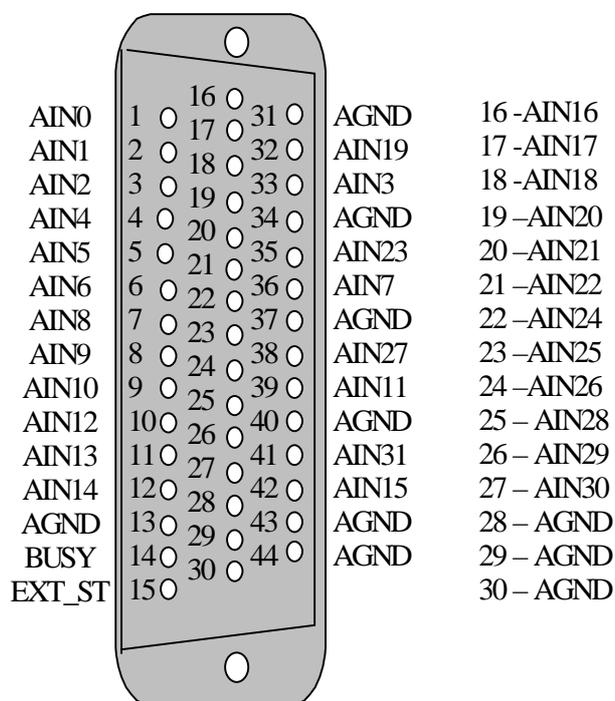

Рис. 7. 3
7.1.4. Назначение контактов разъема аналогового входа XP2 (Рис. 7. 3) приведено в таблице (Таблица 7. 3).